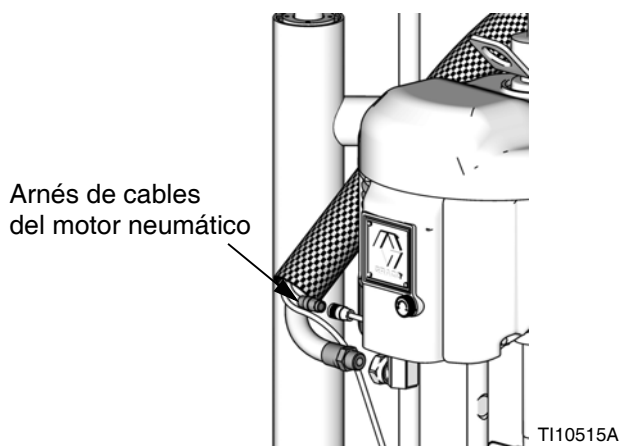
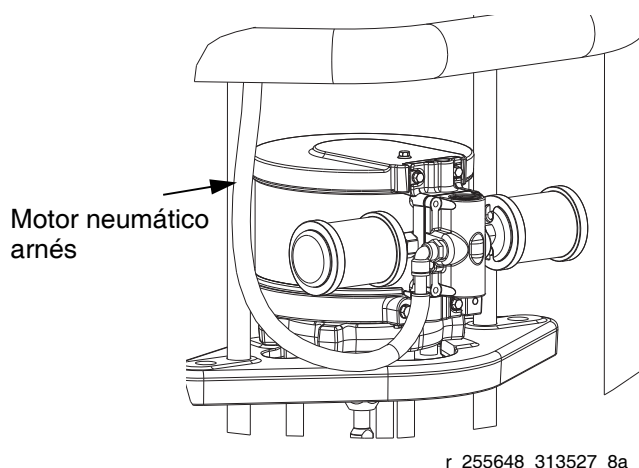
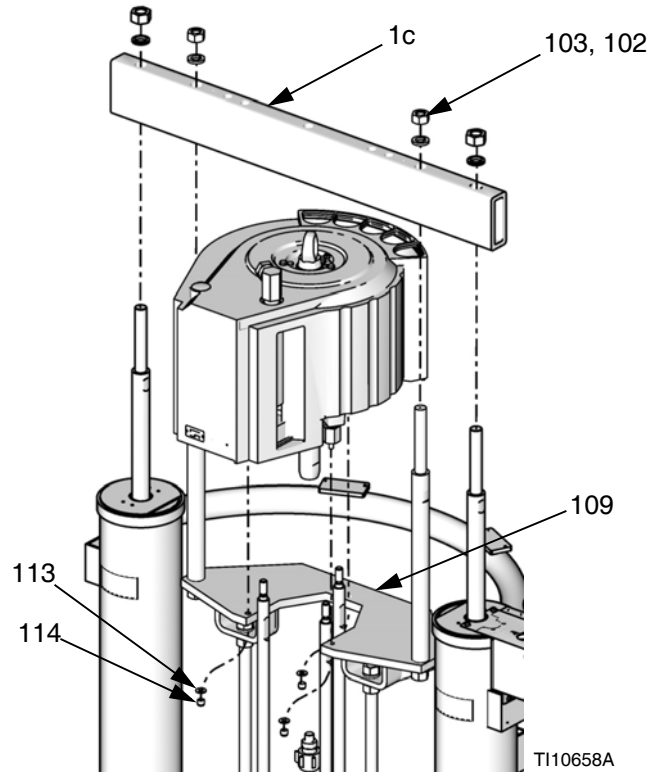

FIG. 22: Arnés del motor neumático NXT 2200-6500
FIG. 23: Arnés del motor neumático NXT 200-1800
FIG. 29: Motores neumáticos Xtreme XL
3. Conecte la manguera de aire al motor. Si usa un DataTrak remoto, conecte las conexiones eléctricas del motor neumático. Vea la FIG. 22 y la FIG. 23 en la página 26.
1. Con un dispositivo para levantar adecuado, baje el motor neumático hasta el plato de montaje (109). Vea la FIG. 29.
2. Fije el motor al plato de montaje (109) con las tuercas (114) y arandelas (113).
3. Instale el travesaño (1c), tuercas (103) y arandelas (102).
5. Conecte la manguera de aire al motor. Si usa un DataTrak remoto, conecte las conexiones eléctricas del motor neumático. Vea la FIG. 22 en la página 26.